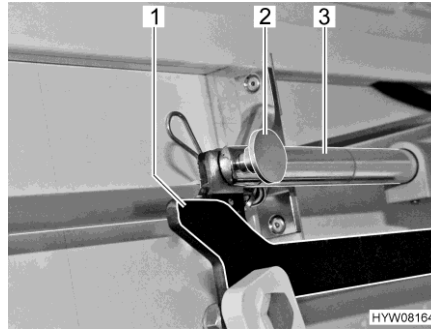

Fig. 111 Entraînement (lit escamotable)
- Retirer la jonction (goupille de sécurité et boulon) (Fig. 111,2) entre la tige de poussée (Fig. 111,3) et le levier (Fig. 111,1).
- Passer les mains par le bas entre la paroi et la tringlerie du lit escamotable et retirer la jonction (goupille de sécurité et boulon) (Fig. 111,2) entre la tige de poussée (Fig. 111,3) et le levier (Fig. 111,1).